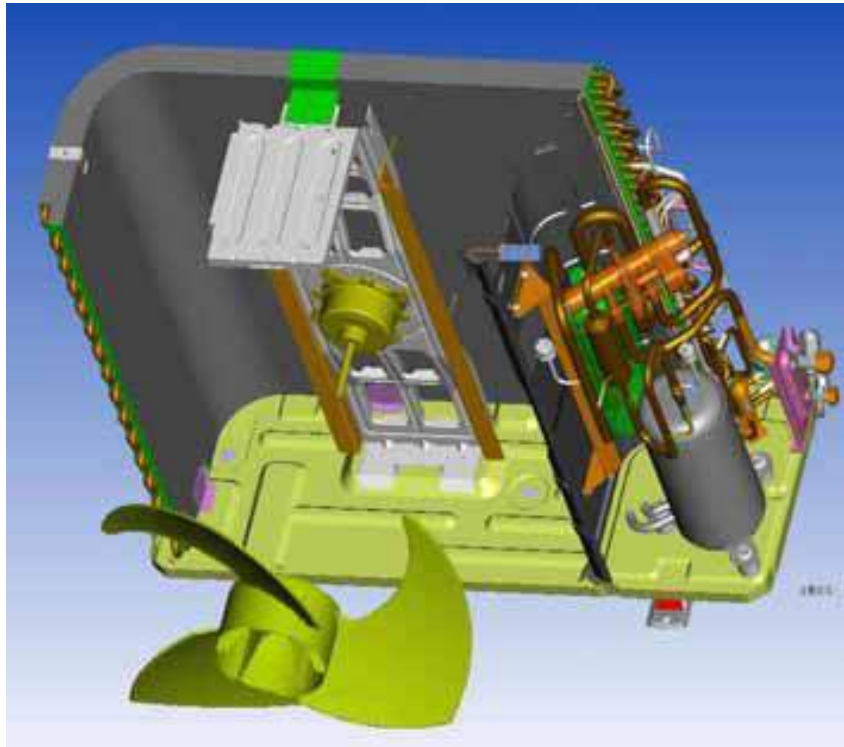

Рис.9
- Открутите гаечную группу и снимите осевой вентилятор (см. рис.9)